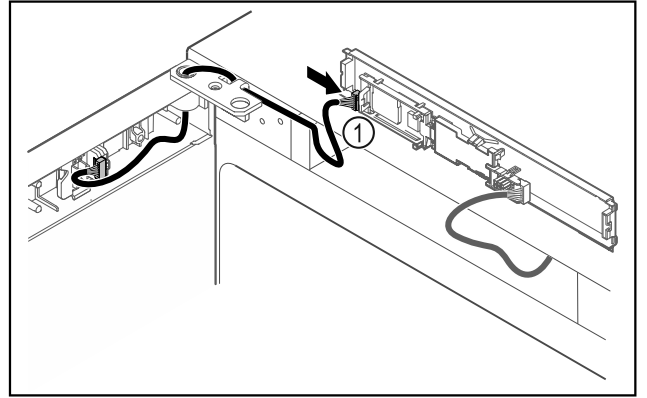

Fig. 41
- Aseta pistoke Fig. 41 (1) levyyn.